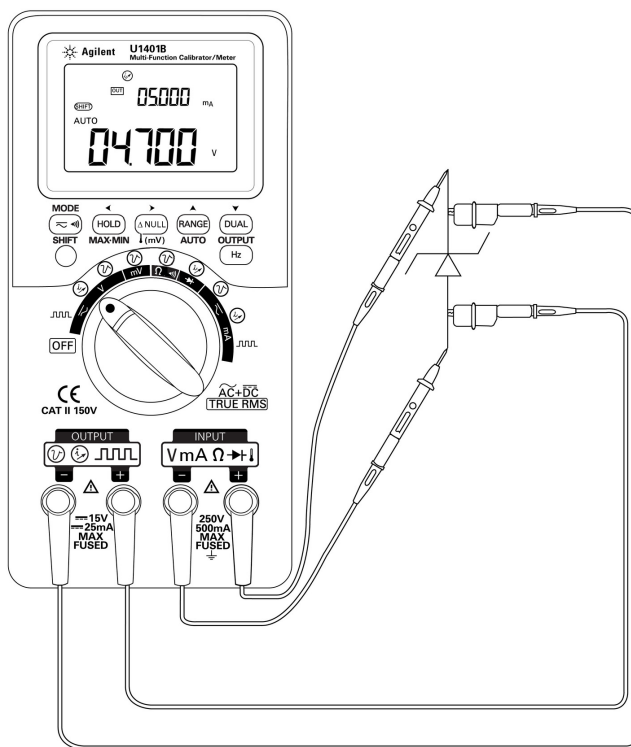

Figura 5-5 Teste de diodo de zener
- 2 Conecte o fio jacaré vermelho entre o terminal de saída positivo e o lado positivo (ânodo) do diodo zener. Consulte a Figura 5-5 na página 95.